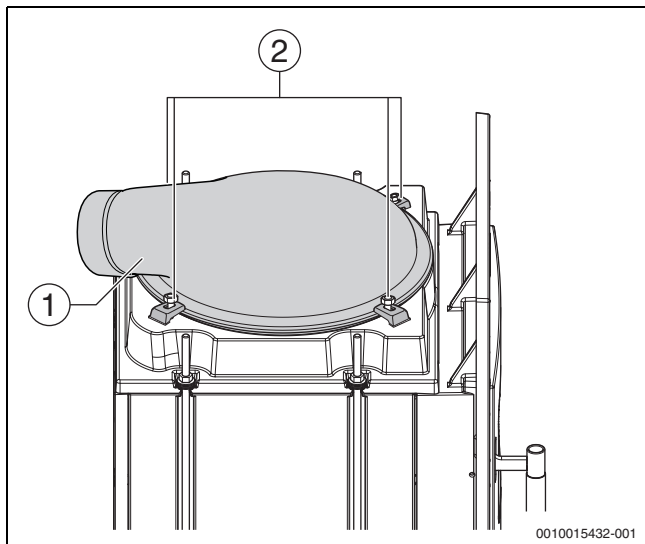
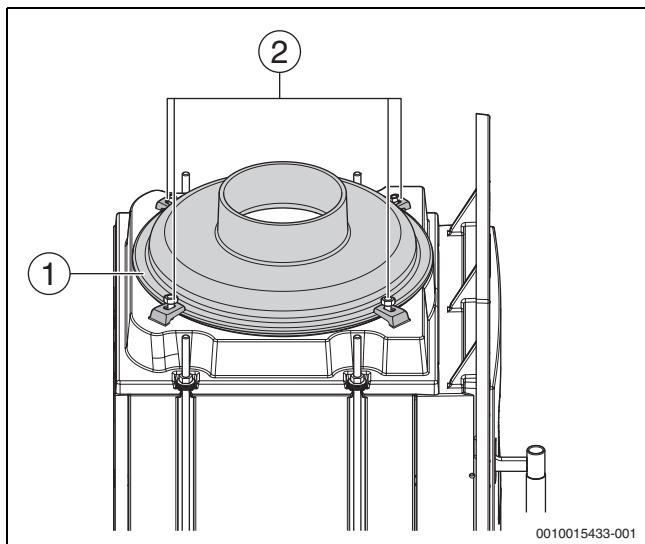

Bild 8 Kuppel waagrecht
Bild 9 Kuppel senkrecht
- Muttern der 4 Befestigungspratzen [2] lösen, bis der Rand der Kuppel [1] unter die Befestigungspratzen geschoben werden kann (→ Bild 8 und Bild 9).